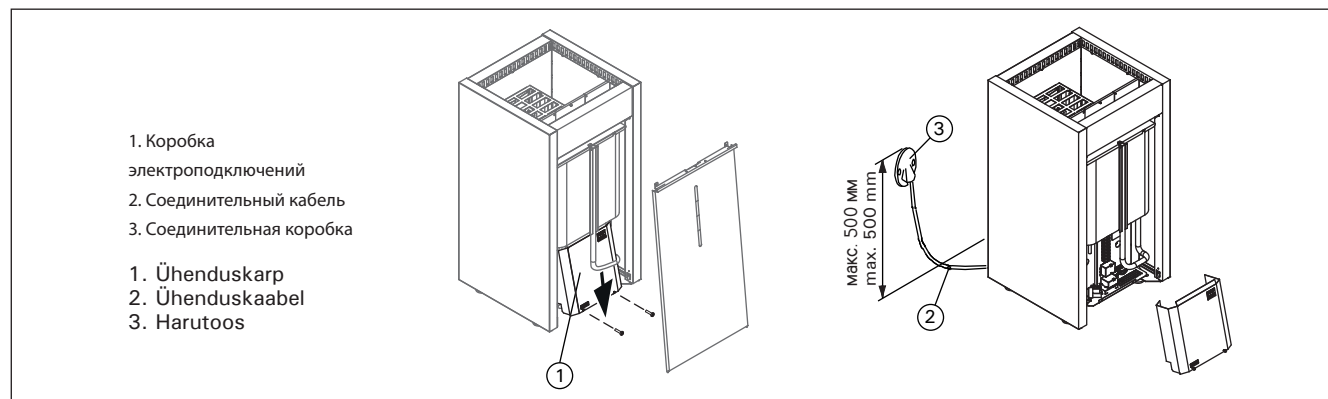

Рисунок 9. Установка каменки
- Каменка гибким проводом подсоединяется к соединительной коробке (рис. 9: 3) на стене сауны. Соединительная коробка должна быть брызгозащищенной и находиться на расстоянии не выше 500 мм от пола.
- В качестве кабеля (рис. 9: 2) следует использовать резиновый кабель типа H07RN-F или подобный. **ВНИМАНИЕ!** Использование кабеля с ПВХ-изоляцией запрещено вследствие его разрушения под воздействием тепла.
См. рис. 9.